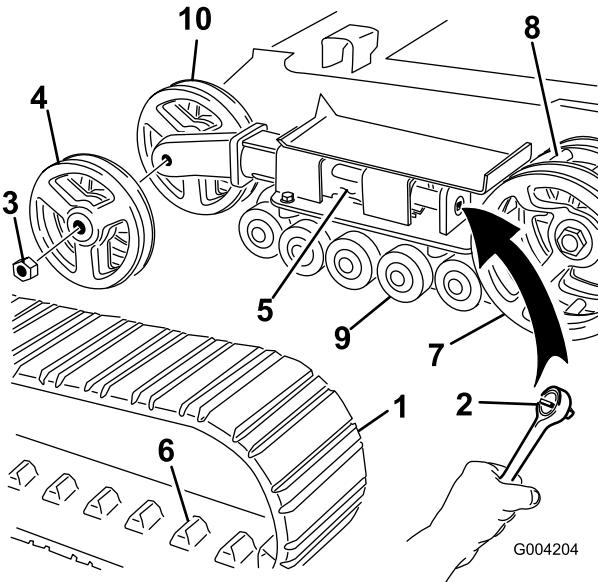

Figura 46
4. Usando una llave de 1/2 pulgada (13 mm), alivie la tensión en la oruga girando el tornillo tensor en el sentido de las agujas del reloj (Figura 44 y Figura 46).
5. Empuje la rueda tensora hacia la parte de atrás de la unidad de tracción para mover el tubo tensor contra el bastidor (Figura 46). (Si no toca el bastidor, siga girando el tornillo tensor hasta que lo toque.)
6. Retire la tuerca que fija la rueda tensora exterior y retire la rueda (Figura 46).
7. Retire la oruga (Figura 46).
8. Retire la tuerca que fija la rueda tensora interior y retire la rueda (Figura 46).
12. Instale la rueda tensora interior y fíjela con la tuerca que retiró anteriormente (Figura 46).
14. Instale la oruga nueva, asegurándose de que los dientes de la oruga encajen entre los espaciadores de la rueda motriz (Figura 46).
15. Instale la rueda tensora exterior y fíjela con la tuerca que retiró anteriormente (Figura 46).